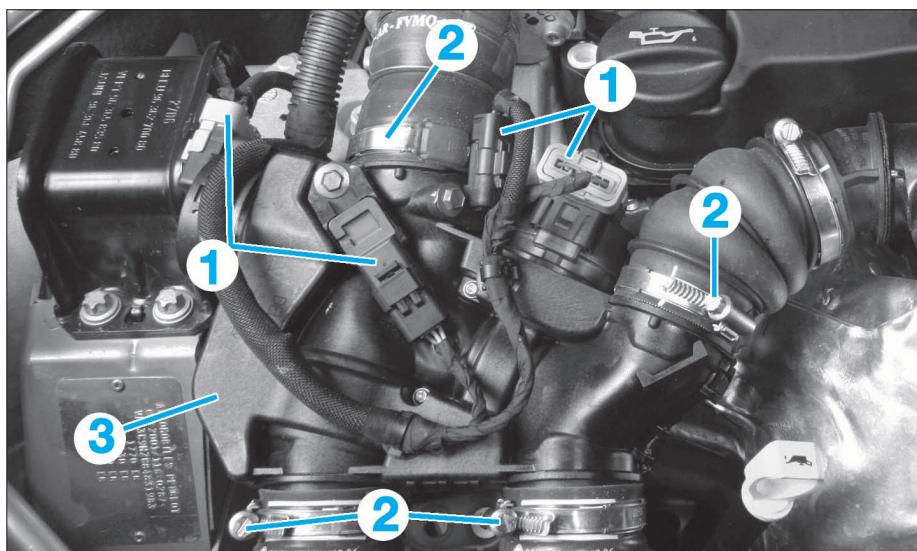

FIG. 10
- Déconnecter les connecteurs (1) (Fig.10).
- les 4 colliers (2)
- le doseur d'air (3)